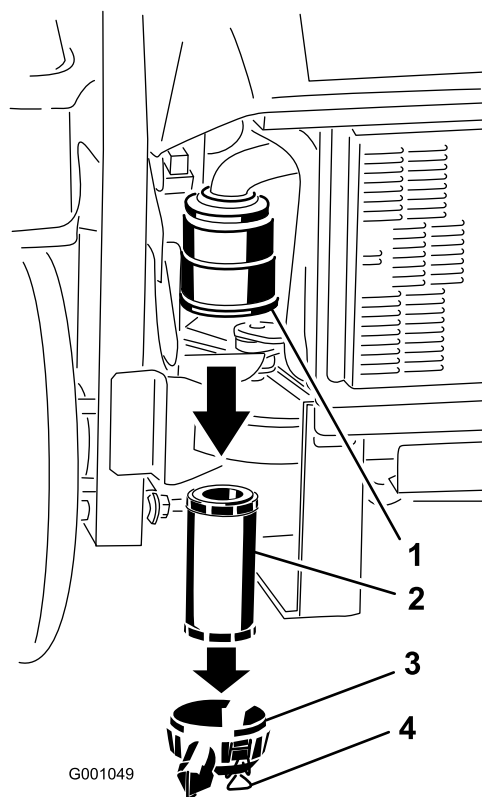

Figura 35
3. Rilasciate i dispositivi di fermo del filtro dell'aria, e togliete il coperchio dal corpo del filtro dell'aria (Figura 35).
5. Estraiete con cautela il filtro dal corpo del filtro dell'aria (Figura 35). Non urtate il filtro contro il corpo.